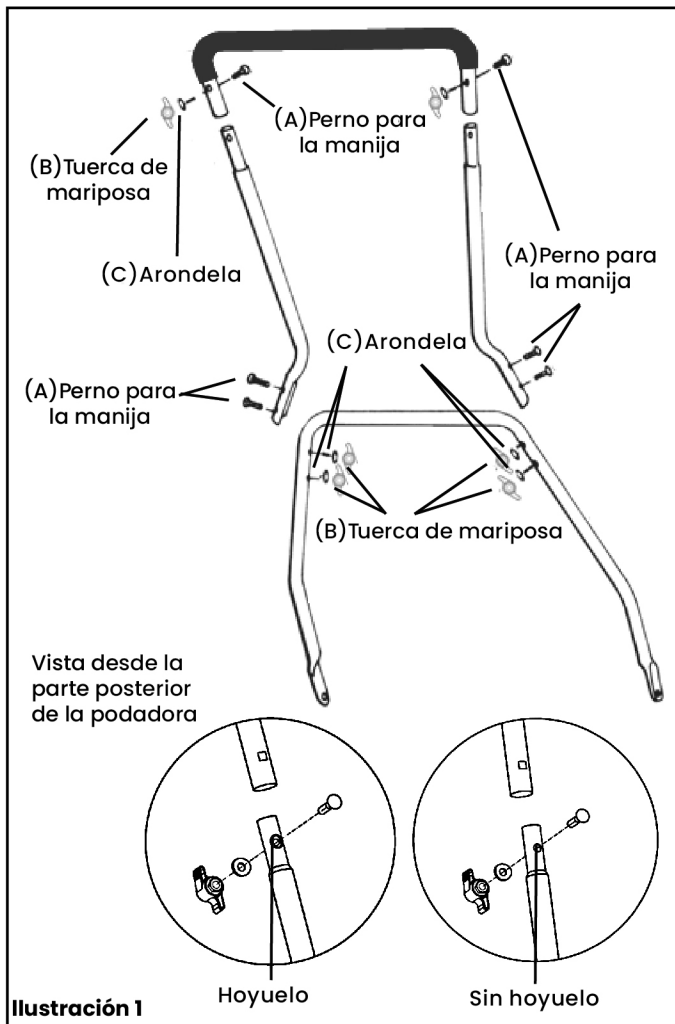

Ilustración 1
1. **Inserte** las dos (2) piezas de la manija central en el lado izquierdo y derecho de la pieza de la manija superior. Las manijas centrales se pueden intercambiar. Los hoyuelos alrededor del orificio no indican en qué lado del tubo se debe colocar. Asegure las manijas centrales a la manija superior con los dos (2) pernos M6X35 y las tuercas mariposa provistas. Se recomienda insertar los pernos desde la parte frontal hacia la parte posterior, con las tuercas mariposa en la parte posterior de la manija. **(Ilustración 1)**